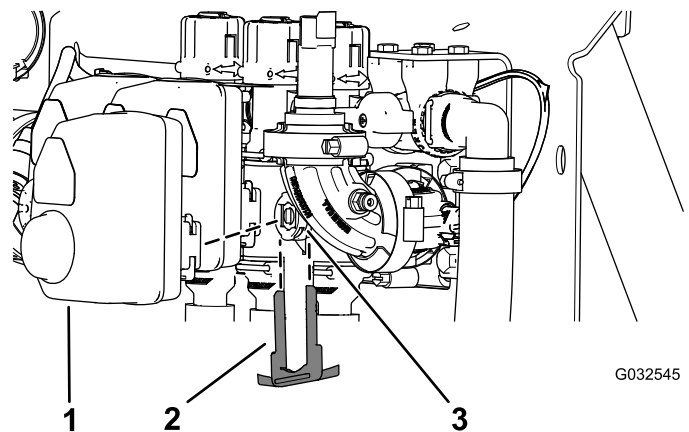

図 105
2. アクチュエータを個別ブームバルブまたは攪拌バルブ用のマニホールドバルブに固定しているリテーナを外す 図 105。